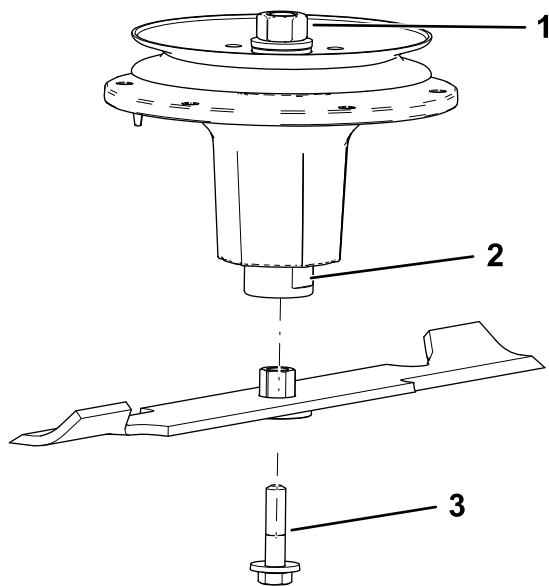

Figura 93
2. Montate il gruppo boccola/lama nell'albero del mandrino (Figura 93).